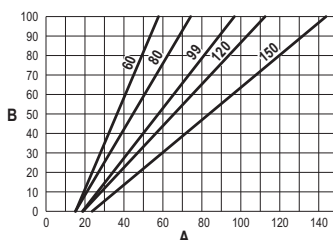

fig. 77
- Appuyer sur les **touches contextuelles 1 et 2** pour augmenter ou diminuer la puissance thermique (minimum = 00 - maximum = 100). Voir diagramme « Réglage Puissance Thermique » (fig. 77).